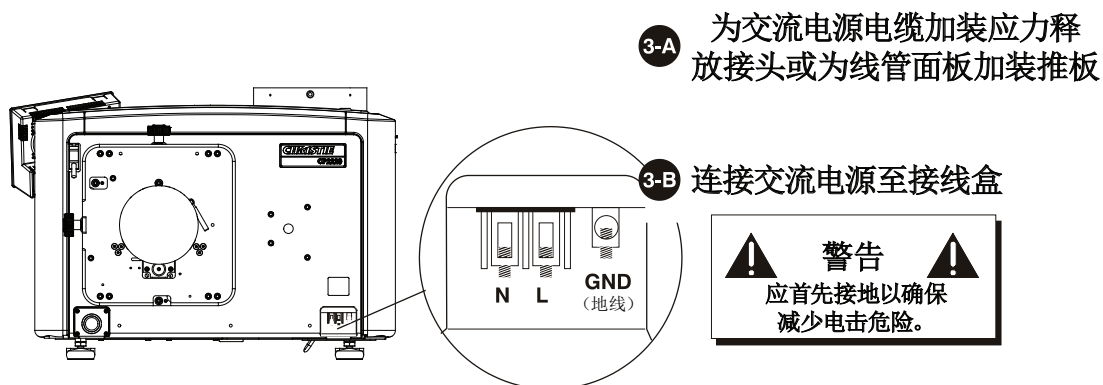

图 2-18
4. 首先从地线开始连接交流电源到此接线盒。有关接线详细信息，请参阅图 2-18。使用与所提供推板规格相符的应力释放接头以确保足够的环境密封，并防止电缆磨损和被偶然拽出。注：**1)** 接线盒上最高可使用 **8 AWG** 的电线。**2)** 如果需要，可使用 **90°** 的应力释放接头让电源电缆向下走线。
4. 首先从地线开始连接交流电源到此接线盒。有关接线详细信息，请参阅图 2-18。牢固地拧紧螺丝。